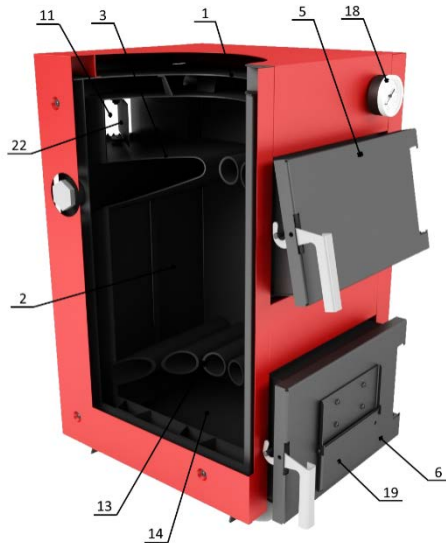

Рисунок 2 – Зовнішній вигляд та основні елементи котла
Конструктивно котел являє собою збірно-зварену конструкцію, що складається з корпусу (поз. 1, рис. 2) з камерою згоряння (топкою) (поз. 2, рис. 2). Конвекційна частина котла складається з теплообмінника (поз. 3, рис. 2).
Паливо для процесу спалення завантажується на колосникові ґрати (поз. 13, рис. 2) крізь завантажувальні дверцята (поз. 5, рис. 2). Колосникові ґрати виконані з товстостінних труб (в деяких моделях - чавунні ґрати) по яких постійно циркулює вода з водяної оболонки котла, що унеможливорює їх прогорання. Згоряння палива в топці відбувається за участю повітря, яке постачається через піддувало (поз. 19, рис. 2). Кількість повітря, необхідного для процесу згоряння, регулюється Відкриттям двірцят піддувала (поз. 19, рис. 2).
Топочні гази виходять у димохід крізь димохід (поз. 11, рис. 2), розташований у задній частині котла.
Зола, яка утворюється в процесі згоряння палива, зсипається в нижню частину корпусу котла «зольник» (поз. 14, рис. 2).
Ревізійні дверцята (поз. 6, рис. 2), що розташовані на передній стінці котла, необхідні для періодичного чищення колосникових ґрат та підійомника, а також для можливості спорожнення полиці – зольника.
- Провести завантажування палива в топку котла. Для цього відкрити завантажувальні дверцята (поз. 5, рис. 2) та укласти на колосникові ґрати (поз. 13, рис. 2) шар палива до меж нижньої кромки завантажувальних дверцят. На укладений шар палива розмістити розпалювальний матеріал: папір, тріски, дрова (у переліченій послідовності).
Для забезпечення герметичності дверцят поз. 5-6 (рис. 2) необхідно кожні два тижні змащувати ущільнюючі шнури дверцят графітним мастилом (або будь-яким іншим машинним мастилом), чи ущільнюючою мастикою.
Конвекційні канали рекомендується чистити від золи та осаду кожні 3-7 днів (в залежності від використовуваного палива). Чистка конвекційних каналів повинна проводитися при **не працюючому котлі** крізь дверцята поз. 5 (рис. 2) за допомогою щітки та скребка. Періодичність чищення котла повинна бути такою, щоб товщина відкладень на поверхнях теплообміну котла не перевищувала 1,5 ... 2 мм.
Видалення золи з зольника (поз. 14, рис. 2) необхідно виконувати по мірі його заповнення але не рідше одного разу в 1-2 дня. Для видалення золи з зольника необхідно відкрити дверцята поз. 6 (рис. 2), та за допомогою кочерги видалити золу з нього. Після чого, зачинити дверцята.
Камеру згоряння необхідно очищати від смоли та відкладень не рідше одного разу на місяць крізь дверцята поз. 5 та поз. 6 (рис. 2) за допомогою скребка.
Очищення колосникових ґрат (поз. 13, рис. 2) необхідно проводити по мірі їх забивання сажею та продуктами неповного згорання палива. Для чистки колосникових ґрат необхідно відкрити дверцята поз. 6 (рис. 2), витягнути відбивач, та провести чистку за допомогою скребка а також підйомника. Після чого, встановити відбивач на місце та зачинити дверцята. Таке чищення рекомендується здійснювати кожен раз, як закінчиться паливо в топці.